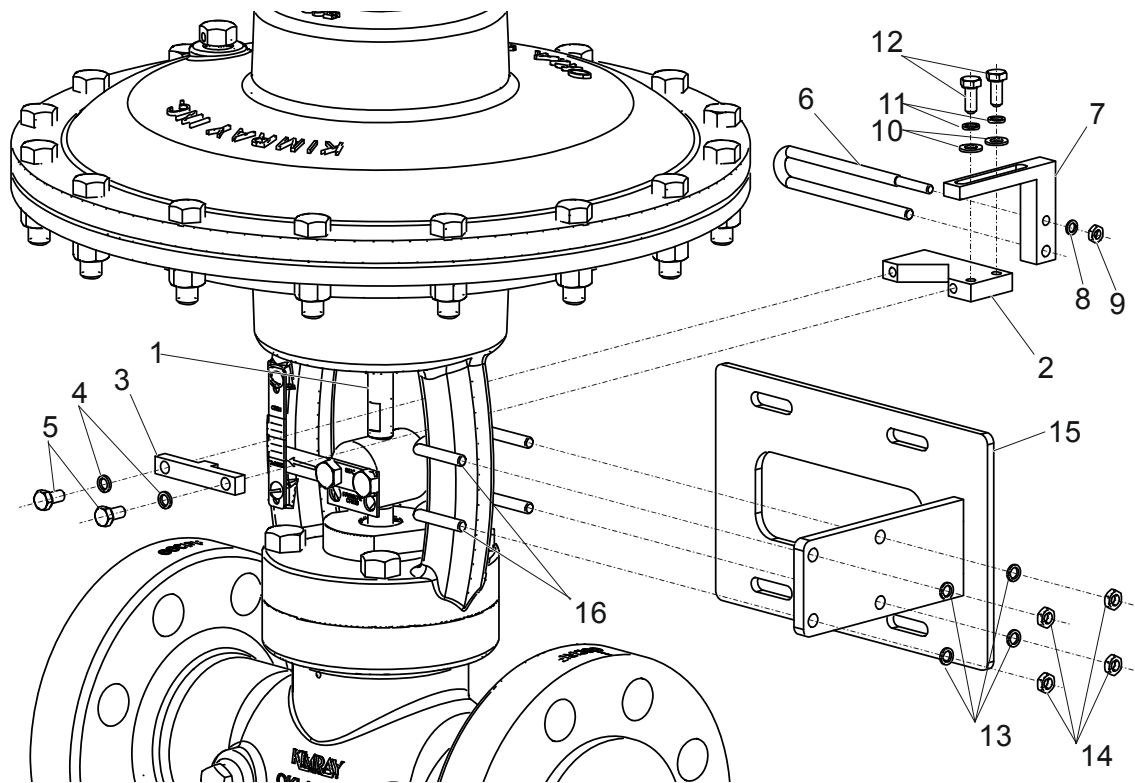

Рисунок 6.3 – Схема установки монтажного комплекта на ИМ
1) установить на выходной элемент ИМ 1 планку 3 и зажим 2 и закрепить их с помощью шайб стопорных 4 и болтов 5 (см. рисунок 6.3);